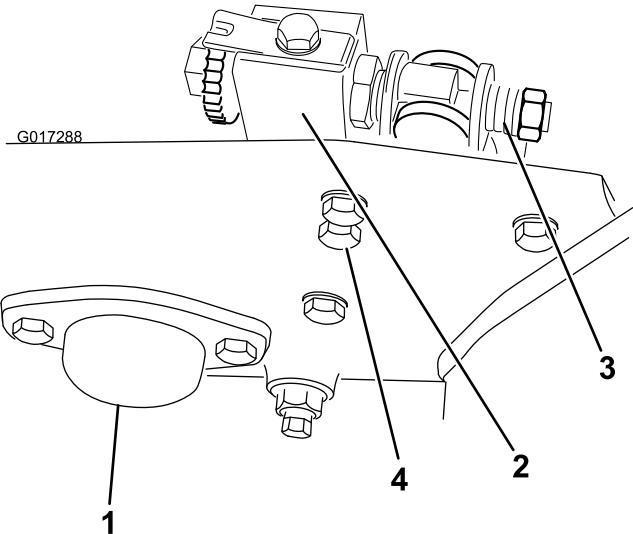

Figure 3
5. Retirez les deux vis d'assemblage et contre-écrous fixant le capuchon d'extrémité au logement de roulement de cylindre gauche et à la plaque latérale de la machine. Déposez le capuchon d'extrémité et les vis de fixation et conservez-les pour pouvoir les utiliser si le nettoyeur venait à être déposé (Figure 3).
6. À l'aide d'une clé standard de 7/8", desserrez les vis de tension de ressort des vis de réglage de la barre d'appui droite et gauche (Figure 3). Faites sortir les vis jusqu'à ce que les rondelles de butée ne soient plus serrées contre la barre d'appui.
7. Retirez les deux vis d'assemblage et rondelles fixant le bloc gauche de réglage de la barre d'appui à la plaque latérale (Figure 3).